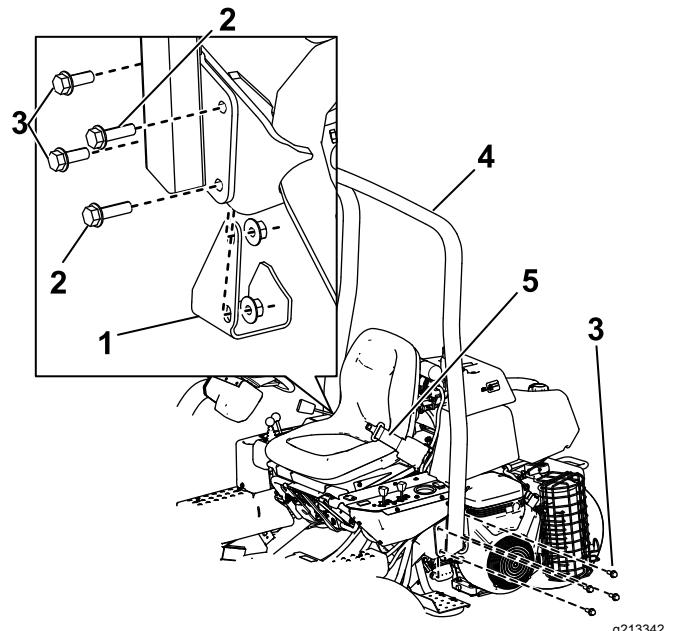

Рисунок 6
2. Опустите защитную дугу (Рисунок 6) на монтажные кронштейны, совместив монтажные отверстия.
3. Прикрепите левую сторону защитной дуги к монтажному кронштейну с помощью 4 болтов (½ x 1½ дюйма) и контргаек (Рисунок 6).
5. Прикрепите правую сторону защитной дуги и ранее снятую опорную плиту домкрата к монтажному кронштейну при помощи 2 болтов (½ x 1½ дюйма), 2 болтов (½ x 1¾ дюйма) и контргаек, как показано на Рисунок 6.